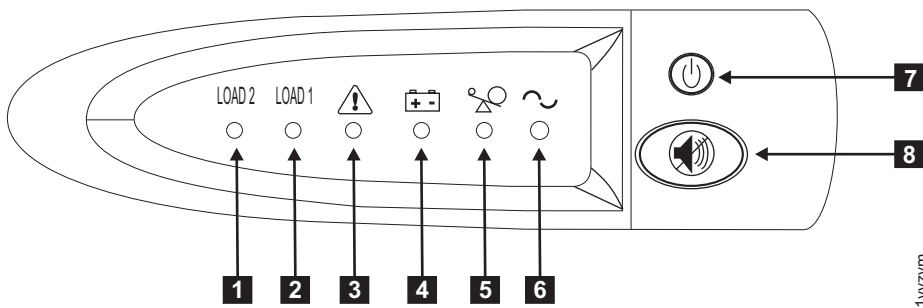

図 231. 2145 UPS-1U のフロント・パネル・アセンブリー
12. 2145 UPS-1U の電源をオンにするために、オン/オフ・ボタン (図 231 の **7**) を押したままの状態にします。2145 UPS-1U の一部のバージョンでは、オン/オフ・ボタンを押すために、ねじ回しのような先の尖った道具が必要な場合があります。2145 UPS-1U は自己診断テストを行います。これには約 5 秒かかります。その後で、電源オン・インディケーター **6** と負荷インディケーター (**1** および **2**) が恒常的に点灯し、2145 UPS-1U が SAN ボリューム・コントローラー に電源を供給していることを示します。2145 UPS-1U は、通常モードのときにバッテリーの充電を開始します。